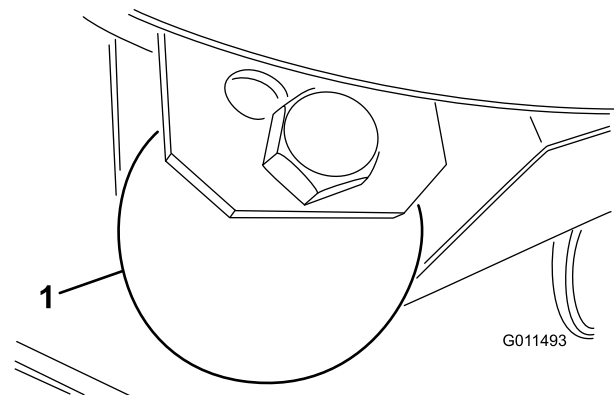

Figura 25
- Retire el perno y la tuerca que fijan la rueda niveladora a los soportes de la unidad de corte (Figura 25).